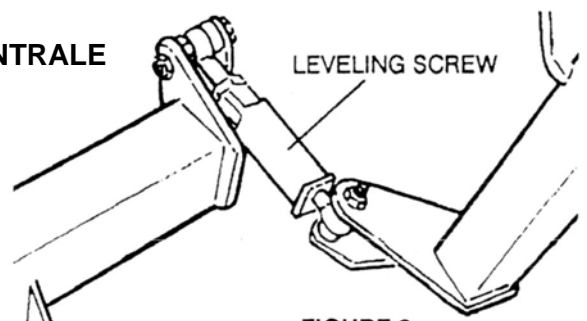

FIGURE 8
1. Pour mettre les ailes au même niveau que la partie centrale, régler la tige se trouvant entre l'essieu de l'aile et celui du centre. Pour abaisser les ailes, raccourcir la tige et pour relever les ailes, la rallonger. **Figure 8.**